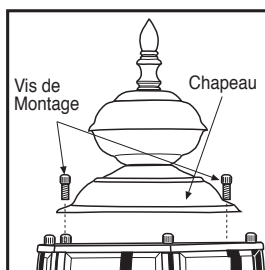

Figure 1
- a. Pour les toits qui requièrent deux vis ou plus, retirez les vis d'assemblage du toit (ou sous le toit) et insérez la lampe. Réinstallez le toit. (voir la figure 1 ou 2).